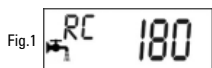

Fig.1
- Fig.1 : inicio de la reserva, sigue siendo 180 litros